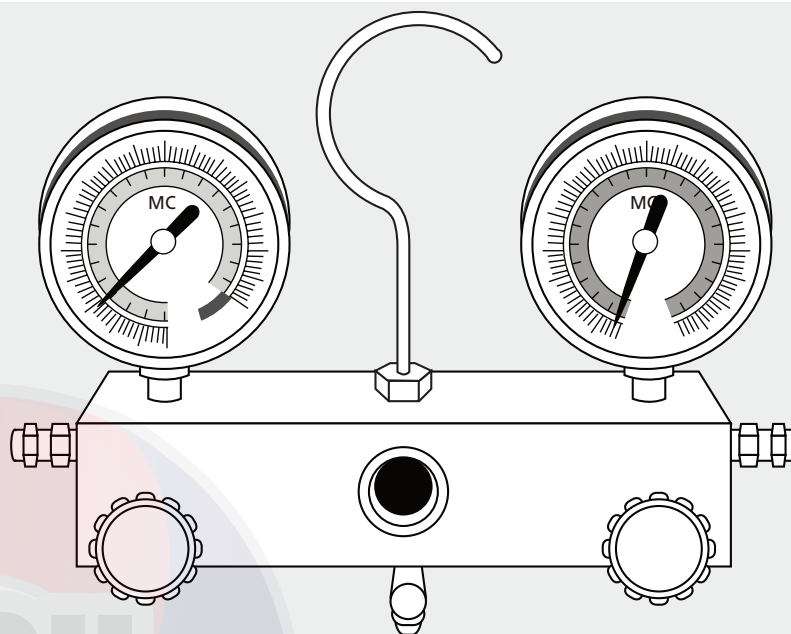

**Fig. 5.10**
4. Utilice una llave francesa para sujetar el cuerpo de la válvula. No sujete la tuerca que sella la válvula de servicio. (Ver **Fig. 5.10**)